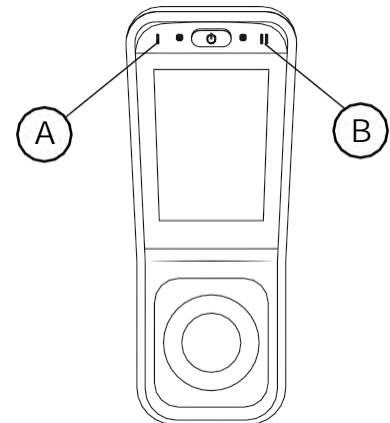

Fig. 5.11. Controllo delle funzioni del sedile sul LiNX REM400.
Premere il pulsante I (A) per passare dalla modalità di guida a quella di funzionamento del sedile, vedere la Fig. 5.11. Per selezionare la funzione sedile, premere il pulsante II (B) finché sul display non appare la selezione desiderata. È possibile passare da una funzione all'altra anche spostando lateralmente il joystick.